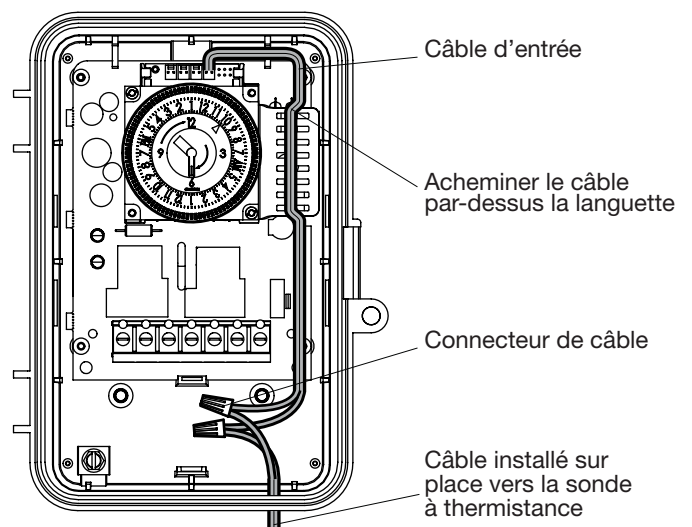

FIG. 7 Acheminement du câble d'entrée
3. Acheminer le câble d'entrée au-dessus de la languette et autour du module ICUBE^{MC}, comme illustré à la FIG. 7.
- Pour les installations avec boîtier, couper le câble d'entrée de manière à adapter le raccordement à l'intérieur du boîtier, comme illustré à la FIG. 7.